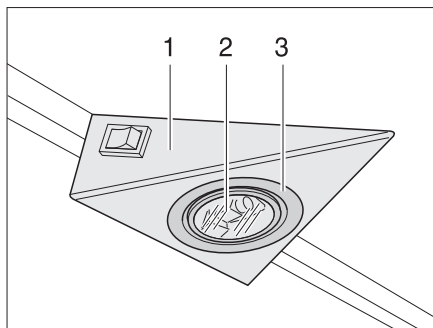

Fig. 179 Lámpara halógena empotrada
La lámpara halógena empotrada está instalada hundida en una carcasa (Fig. 179,1).
- Soltar el anillo de cubierta interior (Fig. 179,3) de la carcasa con un desatornillador.
- Extraer la bombilla halógena (Fig. 179,2).